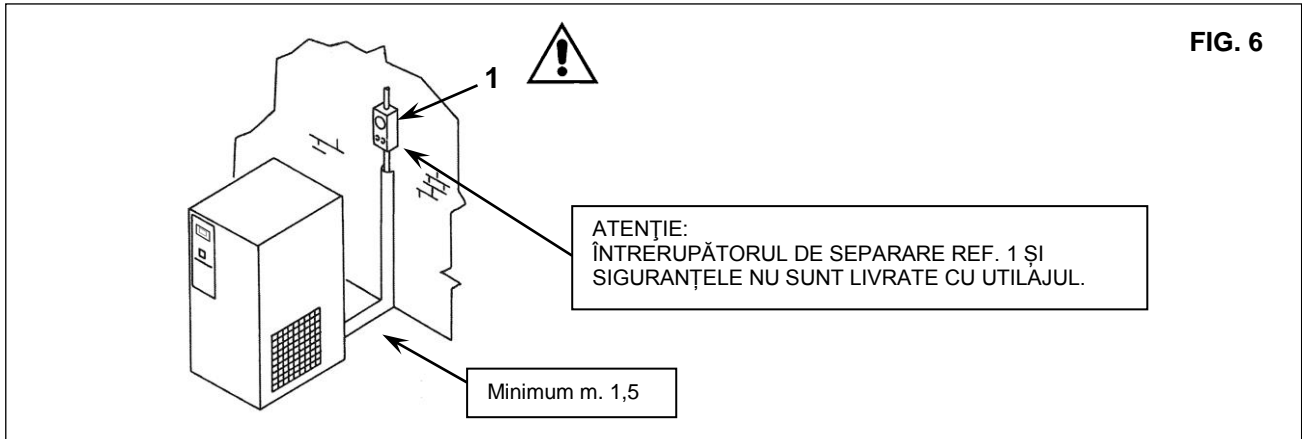

FIG. 6
- asigurați-vă că există suficient spațiu în jurul utilajului pentru a permite efectuarea lucrărilor de întreținere (consultați fig. 6).
- **Asigurați-vă că există întrerupător de separare ref. 1 fig.6 și siguranțele în amonte de utilaj. Pentru detalii (dimensiune și tip), consultați schema de cablaj/întreținere.**